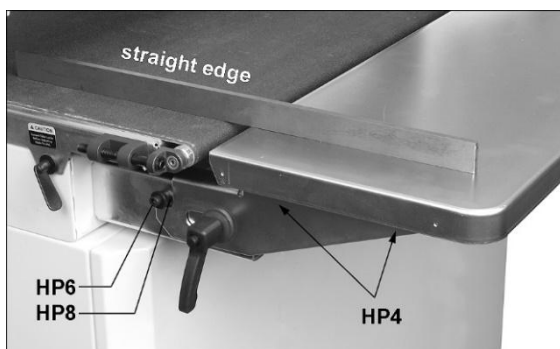

Figure 6-4: Alignement des extensions de table
6. Positionnez les tables légèrement en dessous de la surface de la courroie transporteuse pour un support adéquat du matériau à poncer. Pour vérifier la position, placez une règle sur un côté de la table du convoyeur en dessous du cylindre tout en la faisant empiéter sur la table d'extension. Abaissez le cylindre pour maintenir fermement en place la règle. Voir la figure 6-4. Montez la table d'entrée/de sortie jusqu'à ce que la surface de table soit légèrement en dessous de la surface de la courroie transporteuse. Serrez les vis de chaque côté.